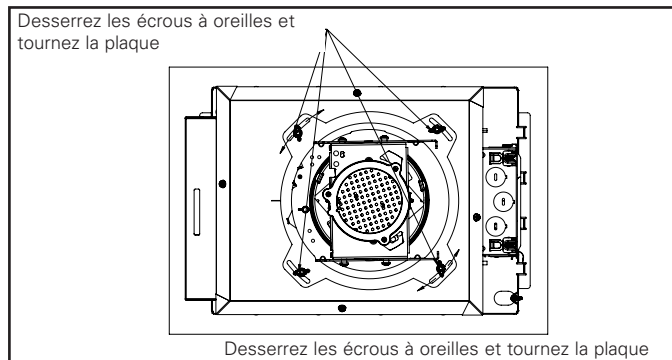

Figure 3.
- Dans le cas des ouvertures carrées, les bords du collet peuvent être ajustés pour les aligner parallèlement aux murs de la pièce. Pour ce faire, il suffit de tendre la main dans la découpe et de desserrer l'écrou à oreilles à l'intérieur du boîtier comme illustré à la Figure 3.